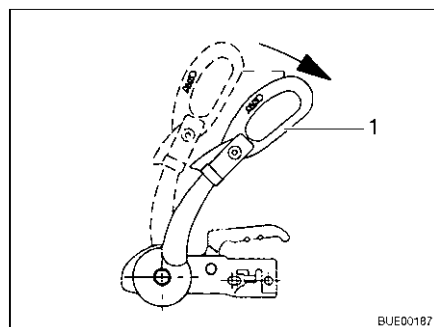

Fig. 209 Maniglia di stabilizzazione
- Aprire la maniglia di stabilizzazione (Fig. 209,1).